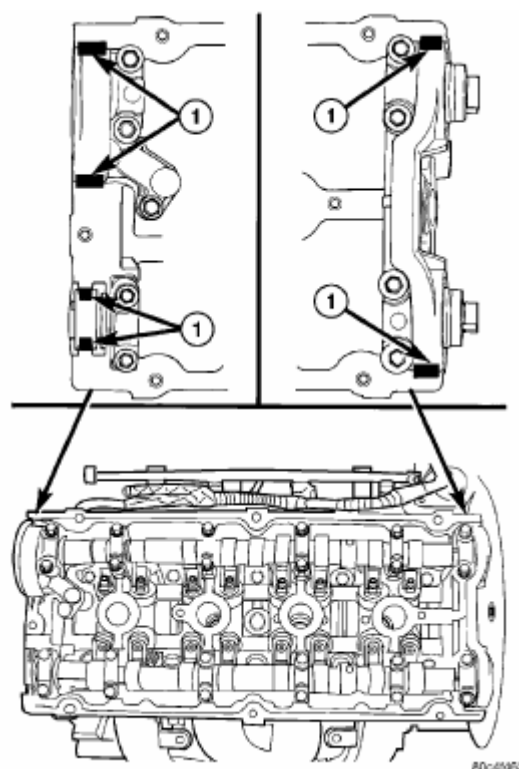

Рис. 24. Расположение герметика.
(3) Нанести герметик Morpart Engine RTV GEN II на углы крышки распредвала и на верхнюю кромку полукруглых уплотнений (Рис. 24).